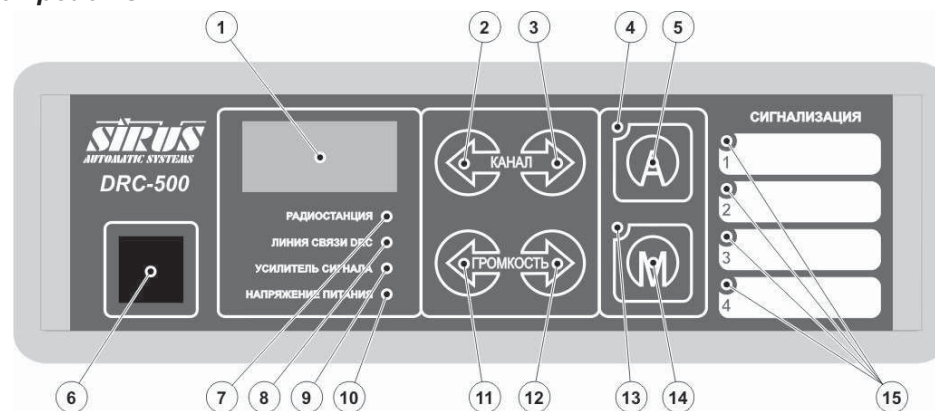

Рисунок 5. Передняя панель Пульта Оператора
Выключите блок питания Пульта Оператора. Контроллер Радиостанции и Пульт Оператора должны быть соединены, соединение может быть осуществлено посредством соединительного шнура, входящего в комплект; радиостанция может быть не подключена. Включите питание Контроллера Радиостанции. Нажмите и удерживайте две кнопки на Пульте Оператора — 2 и 5 (Рисунок 5). Включите блок питания Пульта Оператора. После двухтонального звукового сигнала отпустите обе кнопки.
- 2 и 3 (Рисунок 5) — изменение номера параметра программирования;
- 5 (Рисунок 5) — изменение режима индикации: номер параметра/значение параметра;
- 11 и 12 (Рисунок 5) — изменение уровня громкости в режиме индикации номера параметра, изменение значения параметра в режиме индикации значения параметра;
- 14 (Рисунок 5) — запись нового значения выбранного параметра в энергонезависимую память Контроллера Радиостанции.
В режиме индикации номера параметра на дисплее Пульта Оператора выводится точка в крайнем правом разряде, индикатор 4 (Рисунок 5) погашен.
Режим индикации значения параметра отмечается на индикаторе 4 (Рисунок 5) — светится зелёным светом, точка в крайнем правом разряде на дисплее Пульта Оператора не выводится.
Свечение индикатора 13 (Рисунок 5) красным светом означает то, что значение выбранного параметра изменено, но не сохранено.
Изменения значения выбранного параметра, не подтверждённые нажатием кнопки 14 (Рисунок 5), в энергонезависимую память не заносятся и утрачиваются при выборе другого параметра или выключении питания.